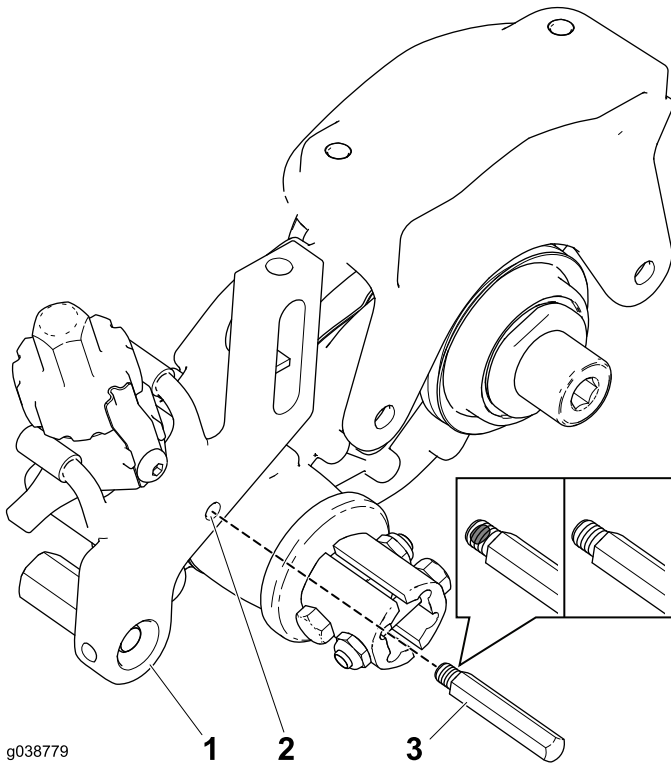

Figura 17
2. Sujete el pasador del groomer al brazo de altura de corte (**Figura 17**).